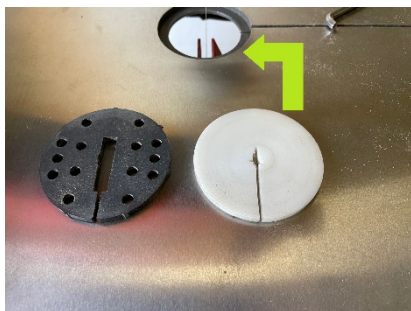

Figure 28
- Monter l'insert de table pour le chantournage. (Fig 28)